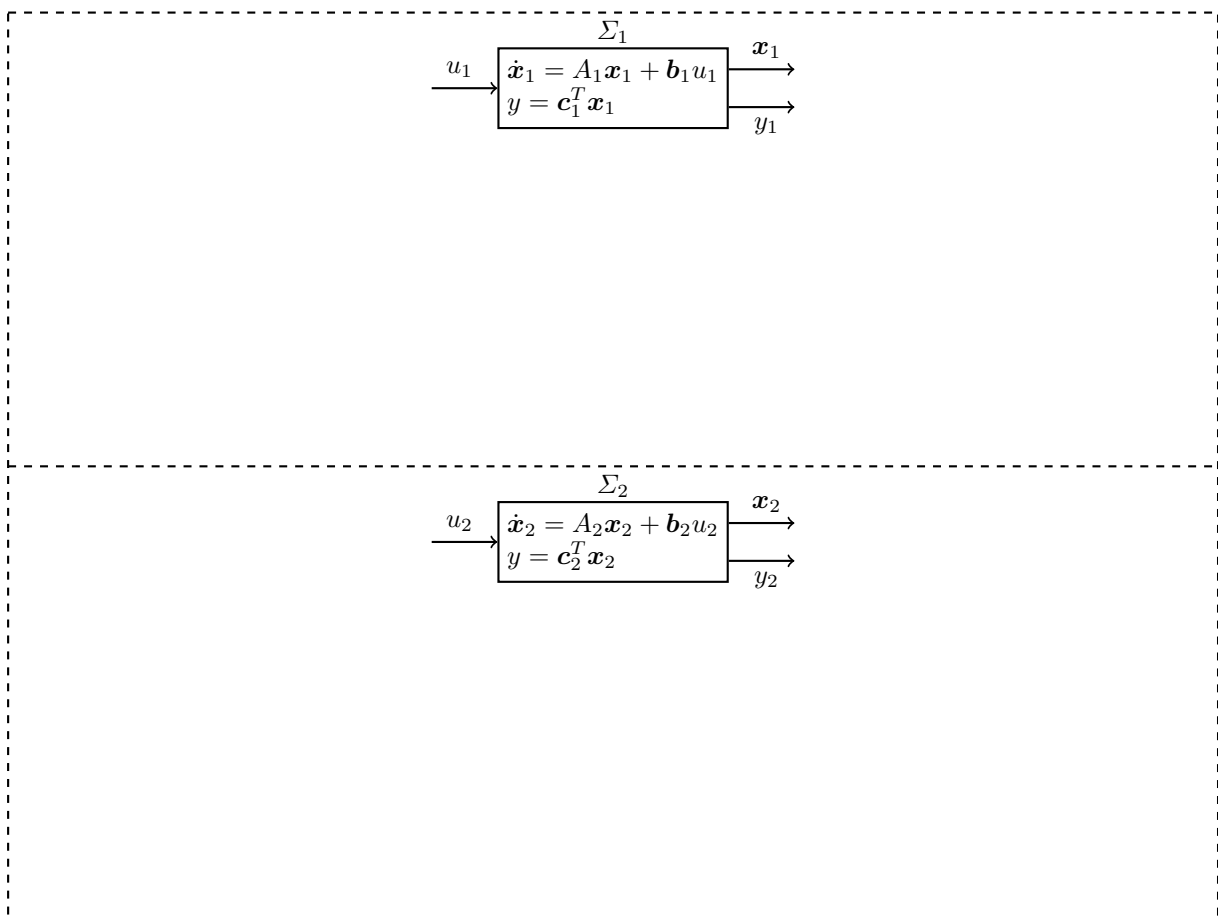

Abb. 3: Blockschaltbilder für Aufgabe 3 a).
- a) Die Systeme Σ_1 und Σ_2 aus Abbildung 3 sollen von zwei Reglern auf einen Referenzwert r geführt werden. Das System Σ_1 soll mit Hilfe eines PI-Reglers (Übertragungsfunktion $\hat{g}_r(s)$) geregelt werden, während für das System Σ_2 eine Zustandsrückführung mit dem Rückführvektor \mathbf{k}^T entworfen wurde. | 2.5 P
Ergänzen Sie die Blockschaltbilder in Abb. 3 um die jeweilige Reglerstruktur.